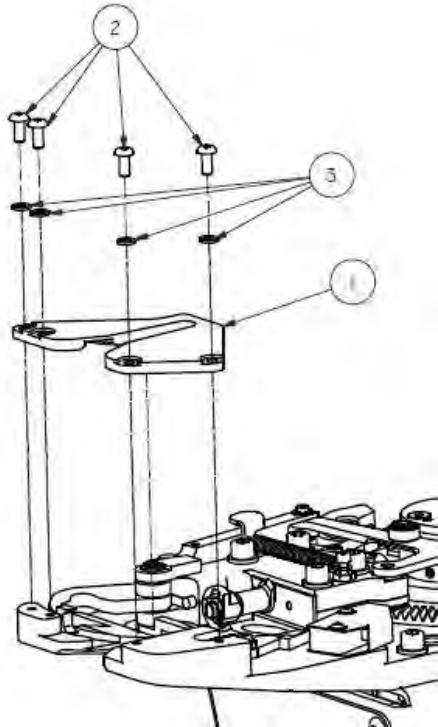
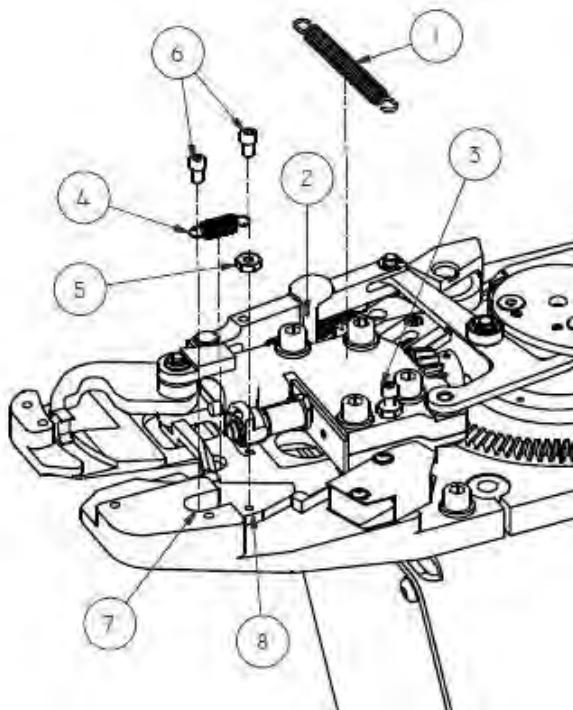
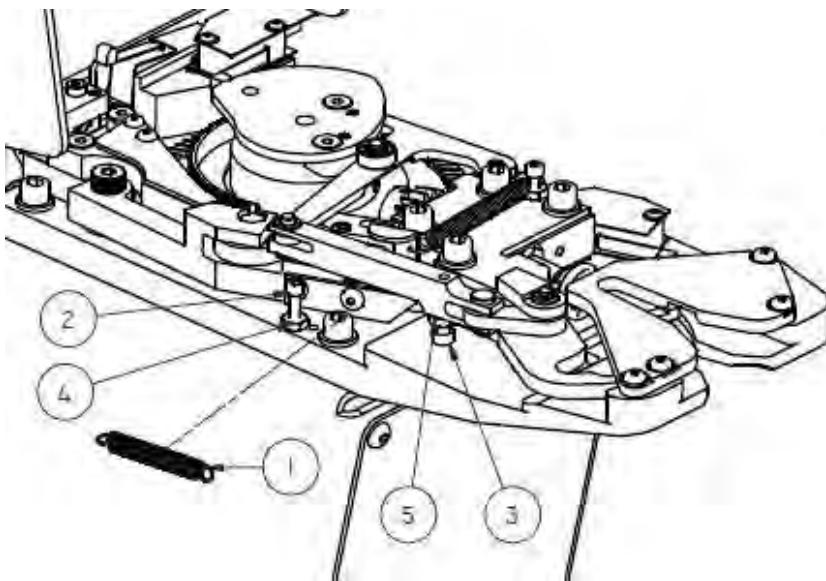
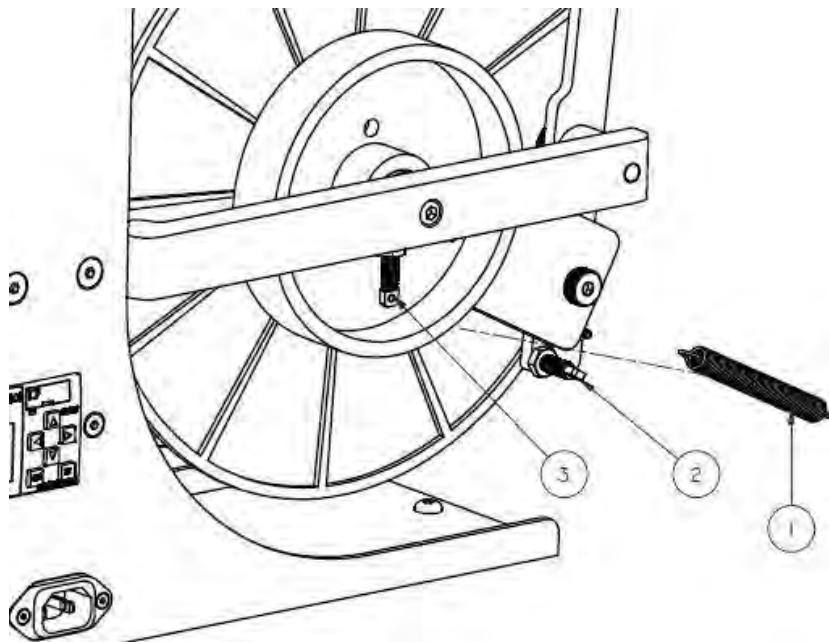

Figura 6.1.1 Placa del cuello
Figura 6.1.2 Resortes del activador y del brazo de pivote
Figura 6.1.3 Resorte del brazo de empaque
Figura 6.1.4 Resorte del emisor
1. la cinta se rompió alrededor de la envoltura torcida y quedó material en el gancho de torsión .	1. Estire el material para sacarlo del gancho de torsión. Puede que se necesite quitar la placa del cuello para retirar totalmente el material. Vea la Figura 6.1.1. Asegúrese de que no tengan daños el material de la cinta enhebrado ni el gancho de torsión .
(Consulte: Figura 6.1.1, Figura 6.1.2, Figura 6.1.3, y Figura 6.1.4)
1. Resorte del brazo de pivote (1, Figura 6.1.2) – Este resorte aplica presión sobre el brazo de pivote y permite que el rodillo de alimentación presione el material de plastinudos contra el tambor de alimentación.
- 1.1. Para retirarlo, sujeté el resorte y desengáncelo del sujetador (3, Figura 6.1.2) fijo al conjunto del bloque de piñón. Despues, desenganche el otro extremo del soporte de pivote (2, Figura 6.1.2) en el brazo de pivote. (Para esto, puede que necesite unas pinzas con punta de aguja)
2. Resorte del activador (4, Figura 6.1.2) – Este resorte tira del activador de regreso a su posición inicial.
- 2.1. Para retirarlo, será necesario que retire la placa del cuello (1, Figura 6.1.1).
- 2.2. Retire el tornillo con cabeza cilíndrica (6, Figura 6.1.2) situado debajo de la placa del cuello, fija a la placa base.
- 2.3. Retire el tornillo con cabeza cilíndrica (6, Figura 6.1.2) situado en el activador. Será necesario que la tuerca hexagonal (5, Figura 6.1.2) se afloje primero antes de aflojar el tornillo.
Cuando fije el resorte, asegúrese de que los tornillos de cabeza cilíndrica (6, Figura 6.1.2) no estén demasiado apretados y que no aplasten el resorte ni los ganchos del resorte. Esto podría ocasionar daños y desgaste prematuro.
3. Resorte del brazo de empaque (1, Figura 6.1.3) – Este resorte tira del brazo de empaque de regreso a su posición inicial y aplica presión sobre las articulaciones lo que permite que el cojinete sobre el componente soldado del activador haga contacto con la leva.
5. Resorte del emisor (1, Figura 6.1.4)
- 5.1. Para retirarlo, desconecte los extremos de gancho de las anclas roscadas (2, 3, Figura 6.1.4) fijas al brazo del emisor y a la almohadilla del freno.
3.1. Para quitarlo, use unas pinzas con punta de aguja para desenganchar el resorte del sujetador (3, Figura 6.1.3) fijo a la parte inferior de la articulación, así como del sujetador (2, Figura 6.1.3) fijo a la placa base.
2. Primero debe retirar la placa del cuello. Consulte la Figura 6.1.1.
3. A continuación, desconecte el resorte del brazo de pivote. Consulte la Figura 6.1.2 y en la Sección 6.1.
4. Despues, desconecte el resorte del activador de la placa base. Para lograr esto, retire el tornillo de cabeza cilíndrica (2).
5. Ahora afloje y retire los cuatro tornillos de cabeza cilíndrica (3) y arandelas de seguridad (4) de la placa base.
6. El conjunto del bloque de piñón y articulaciones (1) debe quedar libre para retirarlo de la placa base.